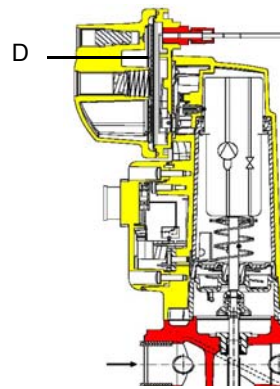

Fig. 12
**Attenzione:** il diaframma D dell'SKP2 deve essere verticale (vedi Fig. 12).